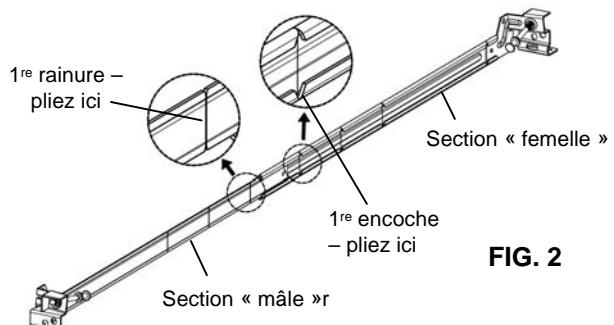

FIG. 2
2. Allongez les barres au maximum. (FIG. 2)
3. Pliez la section « mâle » de chacune des barres de suspension d'avant en arrière au niveau de la première rainure à partir du centre, jusqu'à ce que la barre se sectionne en deux. Pliez la section « femelle » d'avant en arrière au niveau de la première encoche à partir du centre jusqu'à ce que la barre se sectionne en deux. (FIG. 2)